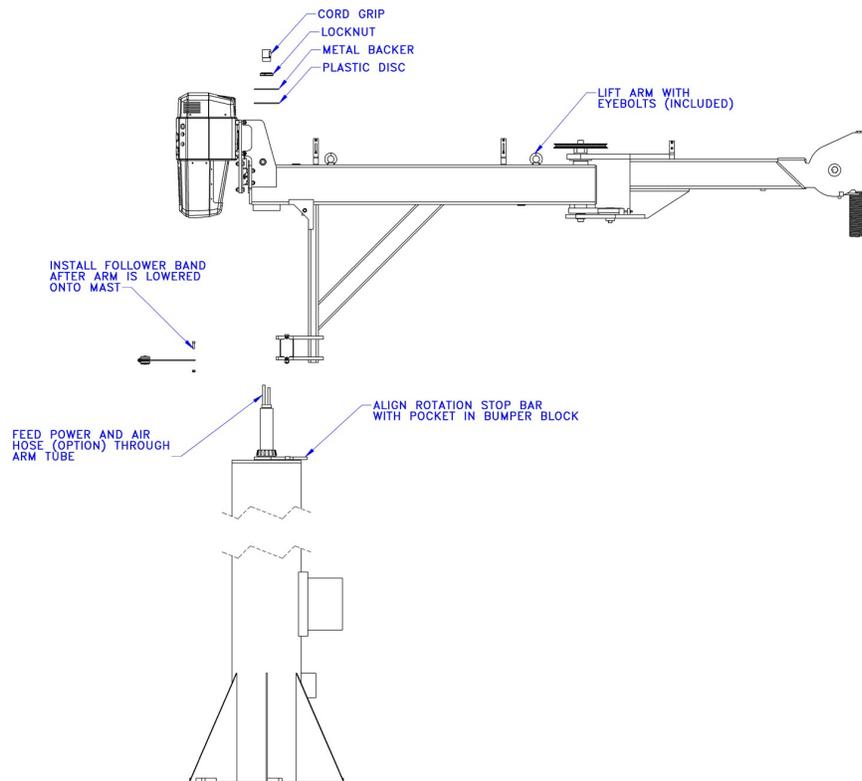

Abb. 4C. Ausrichten von Arm und Mast.
4.2.1 Heben Sie den Arm unter Verwendung sicherer und geeigneter Hilfsmittel mit den mitgelieferten Augenschrauben an. Stellen Sie sicher, dass der Arm waagrecht ist, senken Sie ihn an den Mast ab und führen Sie das Netzkabel und den Druckluftschlauch durch das Armrohr. Richten Sie die Rotationsanschlagstange mit der Aussparung im Stoßfänger-Block aus, wenn der Arm abgesenkt ist (**Abb. 4C**).